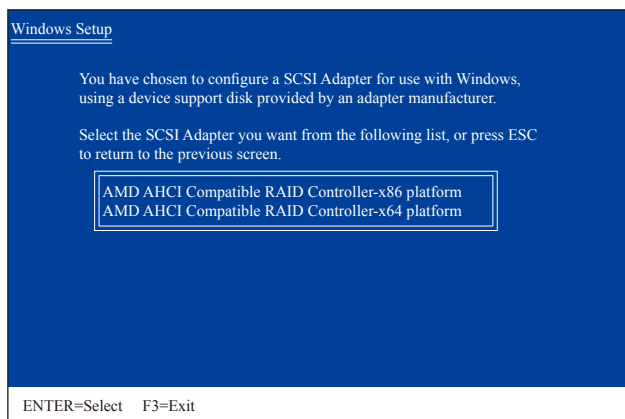

图3
- 2: 进入光驱中「BootDrv」文件夹，双击「Menu.exe」文件后会出现「命令提示字符」画面，内含如图3的控制器选单。
放入存有SATA RAID/AHCI驱动程序的磁盘并按下<Enter>键。当如图3的画面出现时，请选择「AMD AHCI Compatible RAID Controller-x86 platform」再按<Enter>键，系统会从磁盘中下载RAID驱动程序。